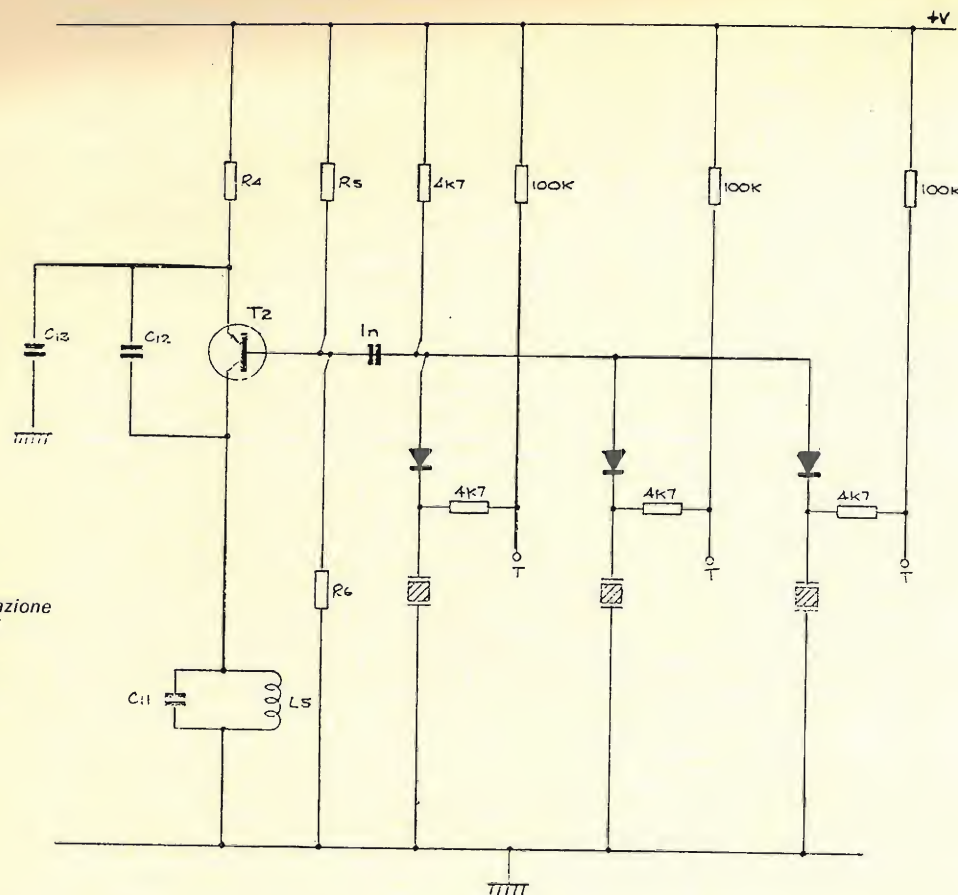

figura 2
- 6) Con uno spezzone di cavetto RG/174 U lungo 25 cm, facendolo passare per sopra il telaio, unire: il polo caldo alla base di  $Q_2$  ove prima era  $C_6$  e la calza a massa ai terminali 2, 3, 4 dal lato rame della piastra PB 1252 B. Dall'altra parte del cavetto, saldare al polo caldo il condensatore  $C_6$  precedentemente rimosso, per un terminale e l'altro terminale di  $C_6$  com'è indicato in figura 2 bis sul circuito stampato vicino al  $T_{110}$  ubicato sulla piastra ove trovansi la quarziera. La calza va saldata nell'involucro metallico di  $T_{110}$ .